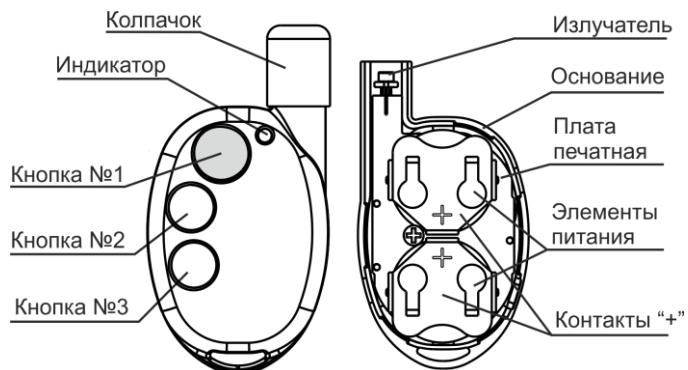

Рисунок 2
**4.1** Конструктивно пульт выполнен в виде брелока, состоящего из крышки (лицевая сторона) и основания (рисунок 2).